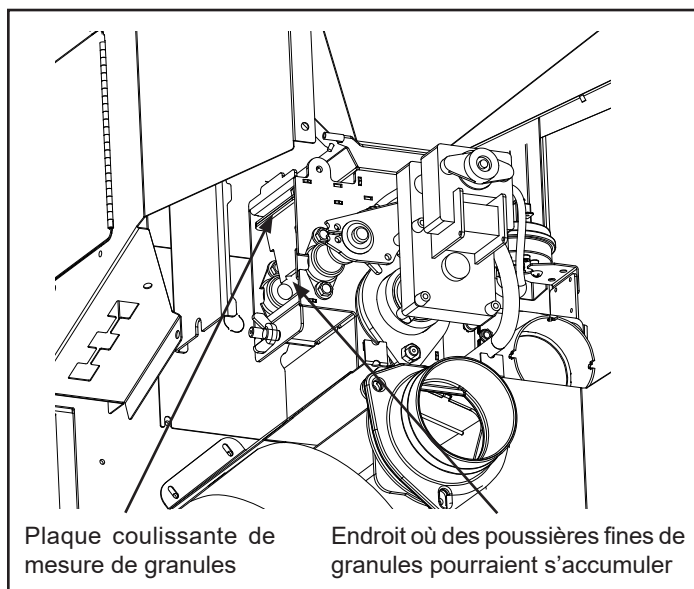

Figure 5.9
- Inspectez la chambre intérieure et nettoyez-la au besoin (figure 5.9).